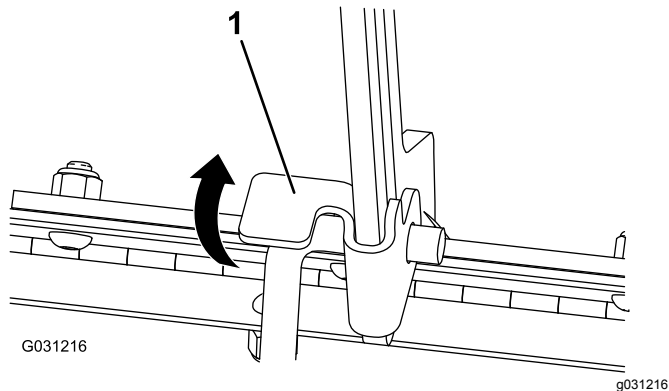

Figure 35
1. Tirez la languette de fixation de la béquille (Figure 35)